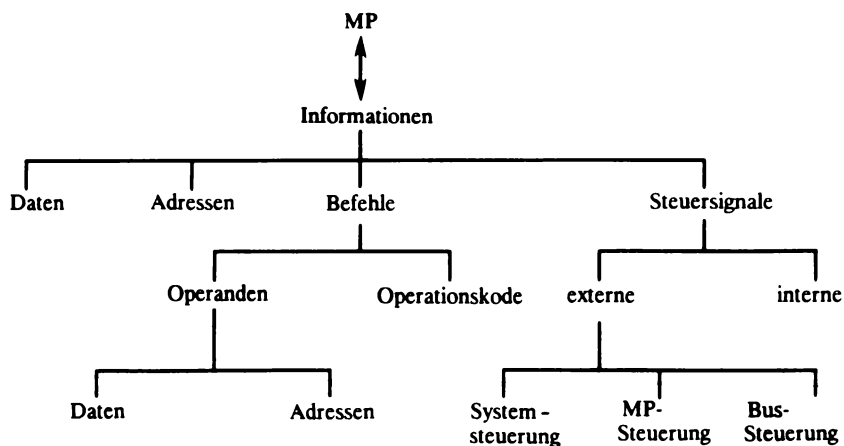

Abb. 17. Informationen, die ein Mikroprozessor verarbeitet
2. Определите по рис. 17 и подписи к нему предполагаемое содержание текста 17А.
1. Der MP verarbeitet digitale Informationen, d.h., er manipuliert Daten entsprechend einem Befehl. Um diese grundsätzliche Aufgabe etwas näher bestimmen zu können, ist es zunächst notwendig, sich über Art und Darstellung der vom MP zu verarbeitenden Informationen klarzuwerden. Abb. 17 enthält eine Übersicht über die vom MP zu verarbeitenden Informationen.
2. Alle im Abb. 17 angeführten Informationen sind digitale Informationen und werden dem MP in Form binärkodierter Signale angeboten, d.h. Informationsdarstellung beim MP erfolgt durch binärkodierte Signale.
2. Назовите основные виды цифровых сигналов, используемых в работе микропроцессора (опираясь на рис. 17).